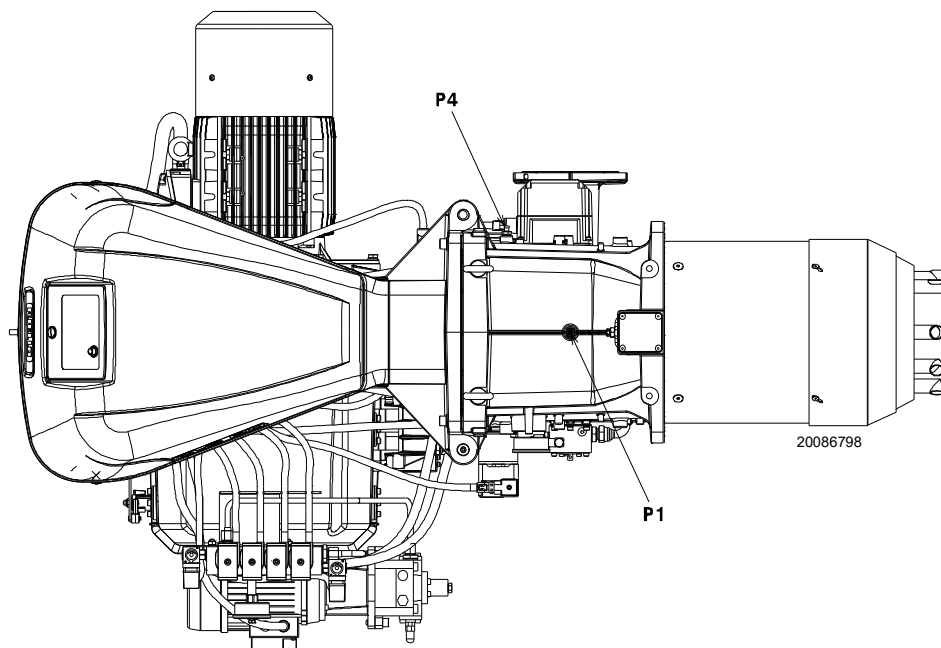

Рис. 27
Тиск газу, виміряний в контрольній точці P1)(Рис. 27), за таких умов:
- відняти тиск у камері згоряння від тиску газу, виміряного в контрольній точці P1) (Рис. 27 на сторінці 30).
Тиск газу в контрольній точці P1) (Рис. 27) = 29,4 мбар
Для розрахунку необхідного тиску газу в контрольній точці P1) (Рис. 27 на сторінці 30) установіть МАКСИМАЛЬНУ потужність, необхідну для роботи пальника:
- Праворуч (стовпчик 1) наведено тиск у контрольній точці P1) (Рис. 27 на сторінці 30).
Тиск, необхідний у контрольній точці P1) (Рис. 27 на сторінці 30).